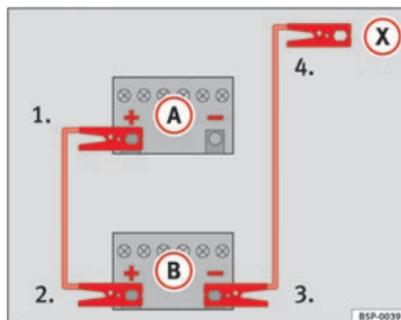

Fig. 143 Ayuda de arranque con la batería de otro vehículo: A – batería descargada, B – batería auxiliar
- Conecte el extremo ① ⇒ fig. 143 al polo positivo de la batería descargada ②. ▶
- Conecte el otro extremo (2) al polo positivo de la batería auxiliar (B).
- Conecte un extremo (3) ⇒ fig. 143 al polo negativo de la batería auxiliar (B).
- Sujete el otro extremo (4) a una pieza metálica maciza, firmemente unida al bloque motor, o bien al bloque motor mismo.